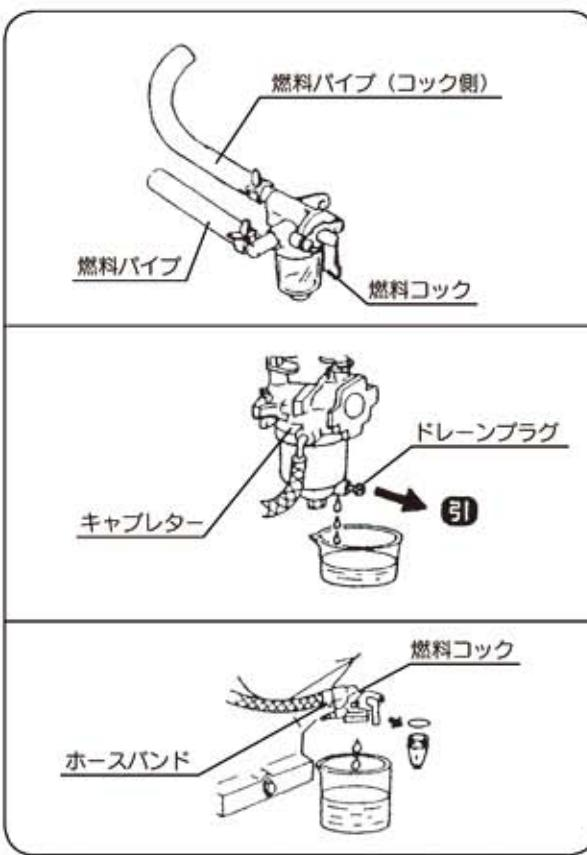

図38
③ガソリンの抜き取り（図38）
(1) 燃料タンク内のガソリン抜き取り
(2) キャブレター内の燃料抜き取り